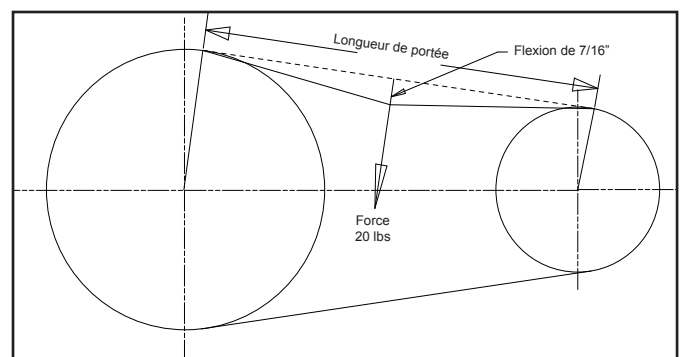

Figure 5,4 – Tension courroie
7. Faites glisser l'arbre secondaire pour l'éloigner du bâti jusqu'à ce que le flexion de la courroie soit de 7/16" quand une charge de 20 lb. est placée dessus (Figure 5,4). Assurez-vous que l'arbre secondaire est aligné parallèlement à l'arbre rotor avant de serrer les boulons qui fixent les paliers à chapeau sur le bâti de la déchiqueteuse.